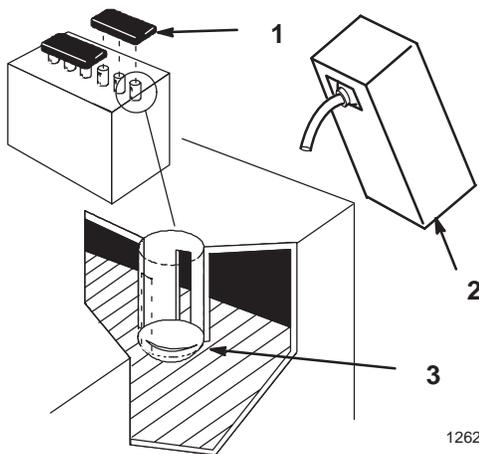

Bild 5
2. Entfernen Sie die Verschlussdeckel von der Batterie. Gießen Sie langsam Batteriesäure in jede Batteriezelle, bis der Säurestand das untere Teil des Rohrs erreicht (Bild 5).
5. Gießen Sie langsam Batteriesäure in jede Batteriezelle, bis der Säurestand den unteren Teil des Rohrs erreicht (Bild 5); drehen Sie dann die Verschlussdeckel wieder auf.